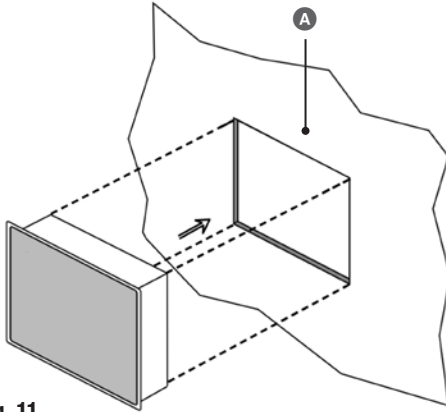

Fig. 11
1. Schneiden Sie eine Montageöffnung (siehe **Fig. 11**) in die Schaltschranktür oder in die Schalttafel.